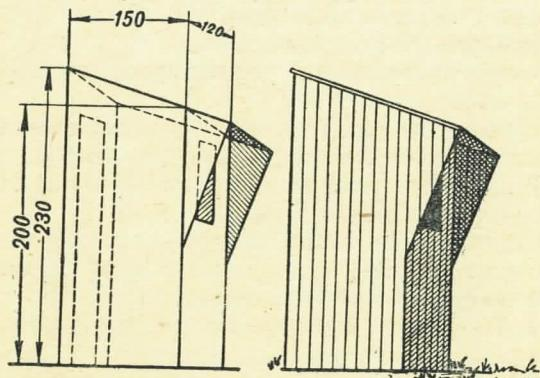

Рис. 42. Будка (размеры в см)
**74.** Проверка боя проводится в присутствии владельцев револьверов и их командиров, по возможности в ясную погоду, в тире или на стрельбище; в последнем случае стрельбу вести из будки (рис. 42), чтобы прикрыть стрелка от солнца и ветра.